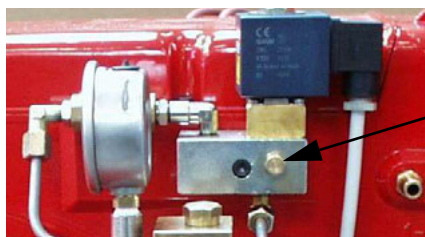
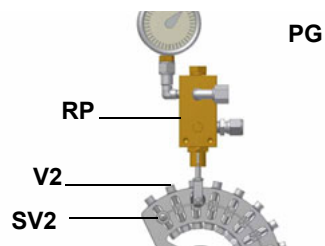

Рис. 27
Рис. 28
- 5 Давление питания форсунки уже отрегулировано заранее на заводе-изготовителе и не должно изменяться. Только в случае необходимости, отрегулировать давление питания (см. соответствующий параграф) следующим образом: установить манометр в положение, указанное на Рис. 27, воздействовать на регулировочный винт VR насоса (см. Рис. 28) до получения на форсунке давления в 20бар (форсунки Moparch или форсунки Vergonzo - см. на стр.33-34);
- 6 для получения максимального расхода дизельного топлива регулировать давление (считывая значения на манометре PG), не изменяя при этом, уже отрегулированный, во время настройки работы на газе, расход воздуха (см. предыдущий параграф): все время проверяя параметры продуктов сгорания, воздействовать на винт варьируемого сектора, соответствующий жидкому топливу SV2 (см. Рис. 28), но по достижении положения большого пламени. Отключить и вновь включить горелку. Если расход жидкого топлива требует дополнительной регулировки, повторить предыдущие пункты настройки.